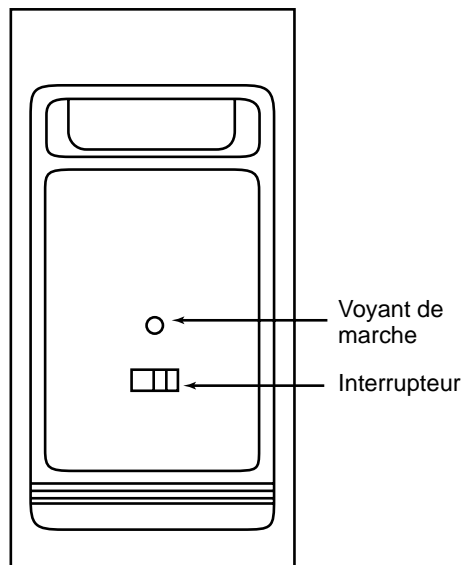

Figure 20
1. S'assurer que le générateur d'air chaud est alimenté en courant de 120 V C.A. Placer l'interrupteur du filtre à air à la position MARCHE (ON) (figure 20).
2. Placer l'interrupteur du module d'alimentation du filtre à air à la position d'arrêt (OFF) (figure 20). Attendre 15 secondes pour que la charge du module d'alimentation et des plaques soit éliminée.
8. Installer le module d'alimentation. Mettre en marche le ventilateur de l'appareil de chauffage. Trente minutes plus tard, placer l'interrupteur du module d'alimentation à la position de marche (ON).